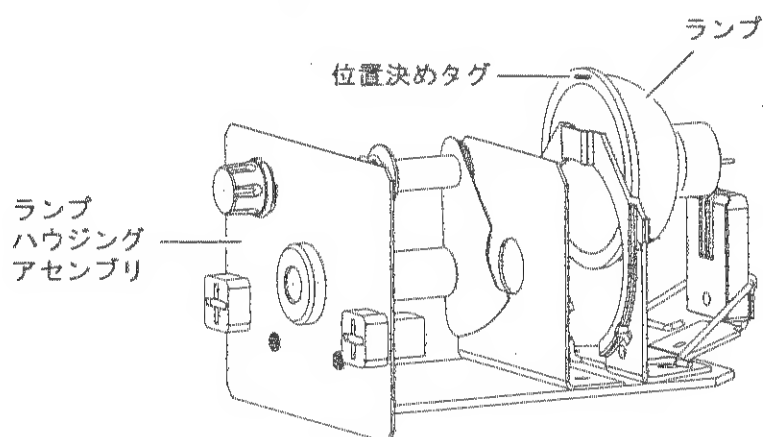

図 2-2
- 2.2 位置決めタグが真上に来るようにランプの位置を定め (図 2-2 参照)、ランプ全体を下向きに強く押してしっかりとホルダーに据えます。